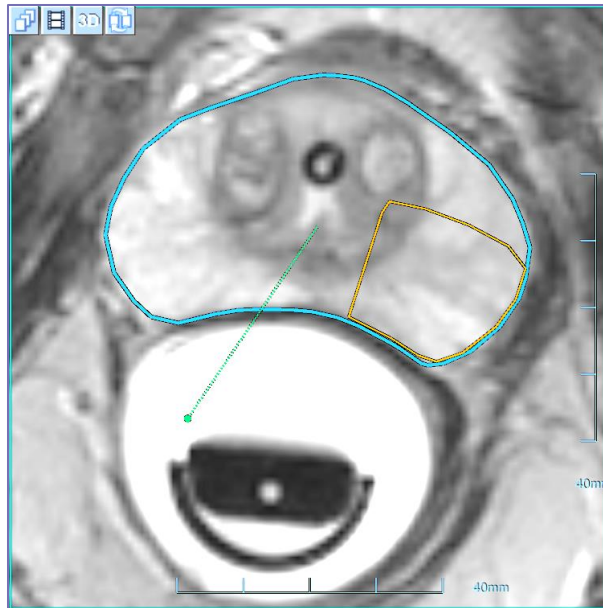

Abbildung 6-10: Dosisübertragungsverfahren
2. Prüfen Sie sorgfältig die **Prostatakapsel** und die **ROT-Volumina**. Ziehen und drehen Sie die einzelnen Elemente, um die bestmögliche Anpassung an die Anatomie zu erreichen, wie in den neuen Planungsbildern gezeigt. Eine Drehung kann durch Klicken und Ziehen des Griffs erreicht werden (siehe Abbildung 6-10).